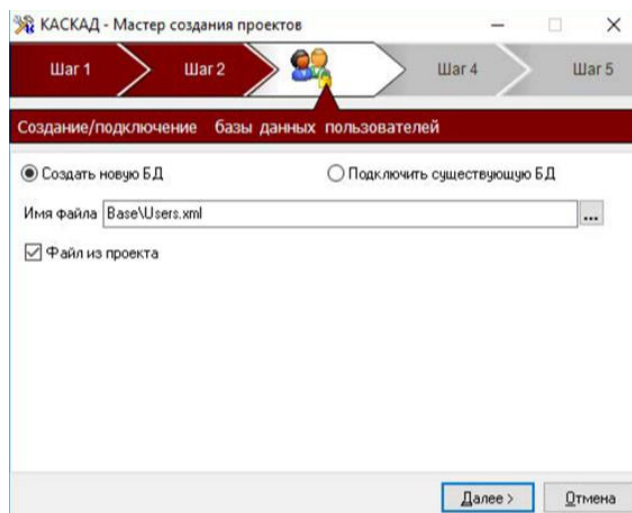

Рис. 1.4. Третий шаг создания проекта
3. **Создание/подключение базы данных пользователей** (рис. 1.4). Полный путь к БД пользователей задаётся с помощью полей редактирования *Сервер* и *Файл БД на сервере*. *Сервер* может быть выбран *Из проекта* – в качестве сервера будет служить добавленная на втором шаге *Станция*. Путь к *Файлу БД* может быть задан относительно пути к проекту.